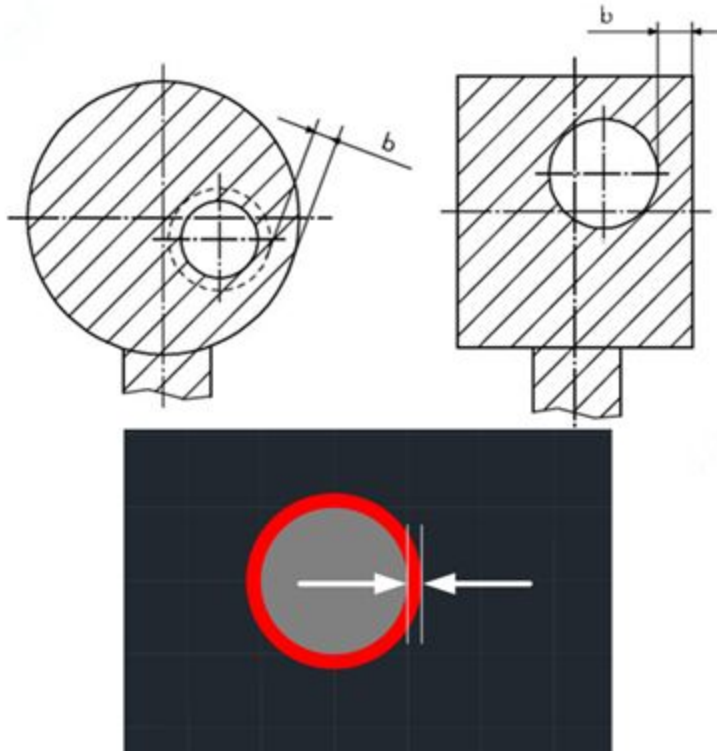

Рис. 494 Гарантийный пояс вокруг отверстия
- Между краем отверстия и краем соответствующей контактной площадки (в самом узком месте), остающийся после травления проводящего рисунка, см. Рис. 494, обозначается как «Гарантийный поясок». Зазор определяет минимальный размер области вокруг отверстия, которая заполнена металлом после окончания изготовления платы.